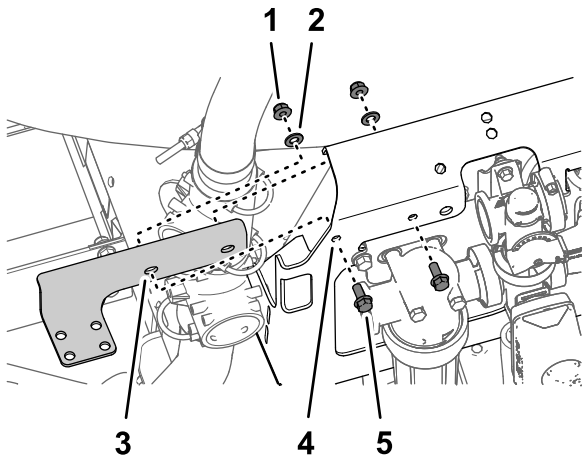

图 6
1. 使用 4 个凸缘头螺栓 5/16 x ¾ 英寸、4 个凸缘锁紧螺母 5/16 英寸和 4 个垫圈 5/16 英寸将阀安装座支架组装到阀门支架前部图 6。